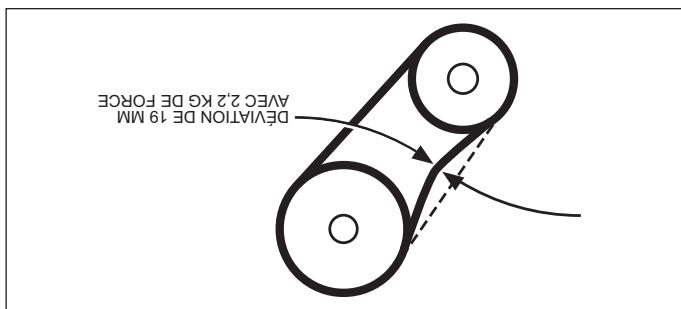

Figure 20.3 - Réglage de tension de la courroie
3. Utilisez la vis de réglage du moteur pour déterminer une déviation de 19 mm environ avec rapporte au régime de la soufflante une fois installée, ajustez la vis de réglage du moteur pour obtenir une déviation de 2,2 kg de force à mi-distance entre les routes à gorge (Figure 20.3). Comme la tension de courroie diminue sensiblement après une période de rodage initiale, il est nécessaire d'ajuster périodiquement la tension. Une tension excessive engendrera l'usure des roulements et du lubrifiant.